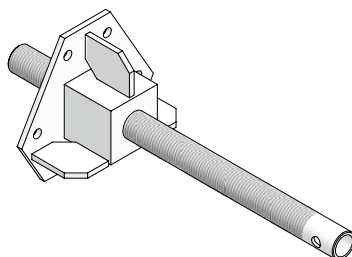

Abb. 6.2 Kopfstück 48 (Triplex R) links und rechts, Verstellbereich 40 cm
■ Kopfstück (Abb. 6.2 und 6.3)